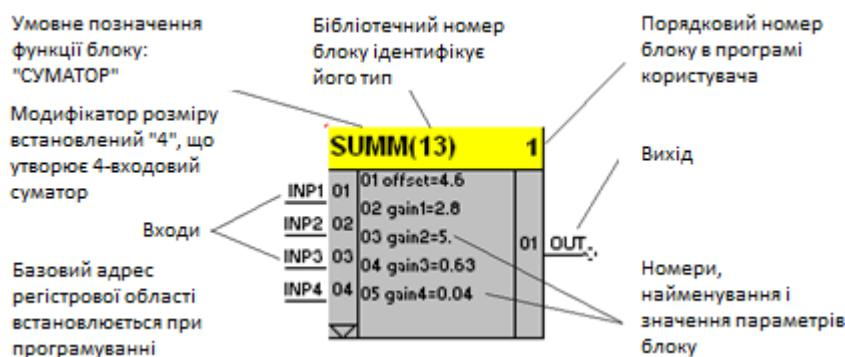

Рисунок 2.2 - Функціональний блок суматора
**Функціональний блок** - це графічне зображення виклику однієї з функцій. Графічно кожен функціональний блок можна подати у вигляді прямокутника (див. рис. 2.2), всередині якого є позначення функції, виконуваної блоком. Входи функціонального блоку з'єднуються зв'язками з іншими блоками. Один або кілька функціональних блоків з'єднані зв'язками між собою, утворюють програму на мові FBD.
Так, наприклад, на рис.2.2, на вхід суматора надходить 4 сигналі. Ці сигнали підсумовуються з урахуванням відповідних масштабних коефіцієнтів, які вказані в параметрах, додається зміщення і результируючий сигнал надходить на вихід функціонального блоку.
Таким чином, на виході функціонального блоку суматора формується сигнал, який залежить від вхідних сигналів і встановлених параметрів і для прикладу на рис.2.2, може бути представлений математичною залежністю: